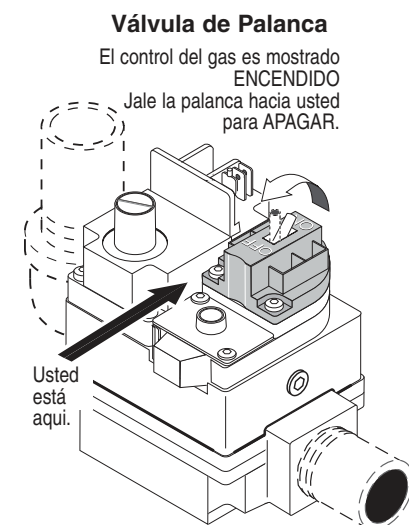

Figura 29.
6. **Válvula de Palanca:** Tire la palanca hacia usted para apagar el gas, ver **Figura 29**.
7. Espere cinco (5) minutos para sacar cualquier gas. Si luego le huele a gas, **¡DETENGASE!** Siga el paso "B" de las instrucciones "Antes de Encender" (página 32). Si no le huele a gas, vaya al siguiente paso.
4. **Válvula de Palanca:** Tire la palanca hacia usted para apagar el gas, ver **Figura 29**.